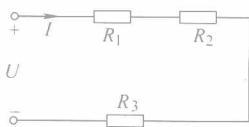

图 1-3 电阻串联
在电路中，元件按顺序首尾相接，各元件通过同一电流，把这种连接关系叫做元件的串联。串联分压，回路中的电流处处相等，如图 1-3 所示。若元件首-首和尾-尾相接，且
**例 5：**如图 1-3 所示， $R_1 = 10\Omega$ ， $R_2 = 20\Omega$ ， $R_3 = 15\Omega$ ，求总电阻  $R$ 。